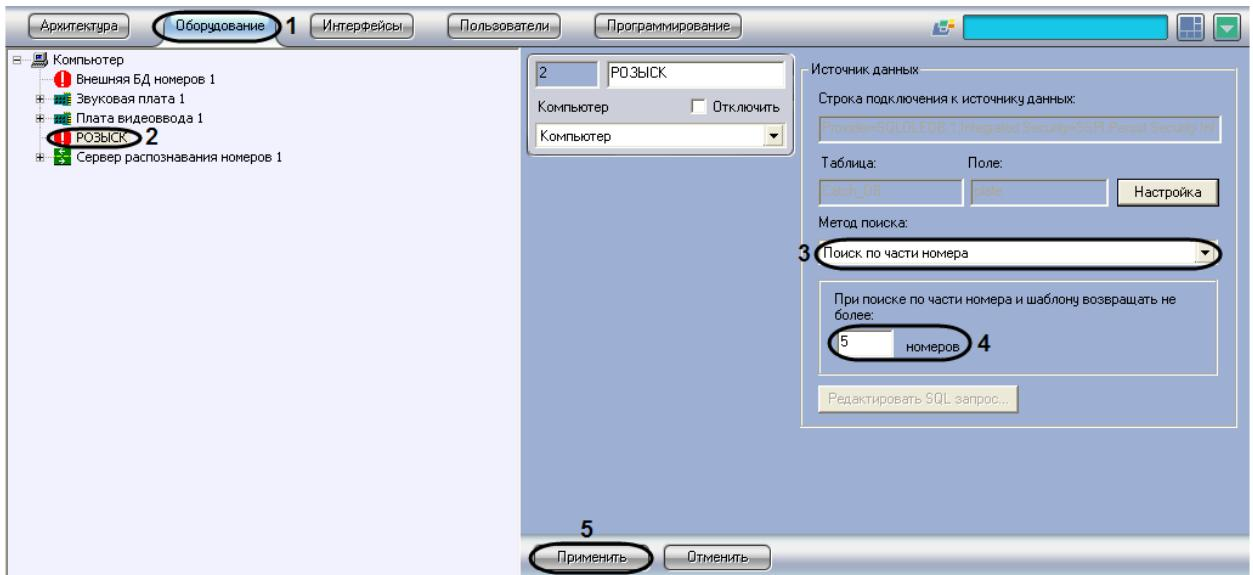

Рис. 7.6—11. Выбор метода поиска «Поиск по части номера» или «Поиск по шаблону»
- Выбрать в дереве объект «Внешняя БД номеров» (Рис. 7.6—11, 2).
- Из списка «Метод поиска» выбрать значение «Поиск по части номера» или «Поиск по шаблону» (см. Рис. 7.6—11, 3).
- В поле «При поиске по части номера или шаблона возвращать не более ... номеров» ввести максимальное количество номеров, возвращаемое при поиске по части номера или номерному шаблону во внешней базе данных номеров (см. Рис. 7.6—11, 4).
- Нажать кнопку «Применить» (см. Рис. 7.6—11, 5).